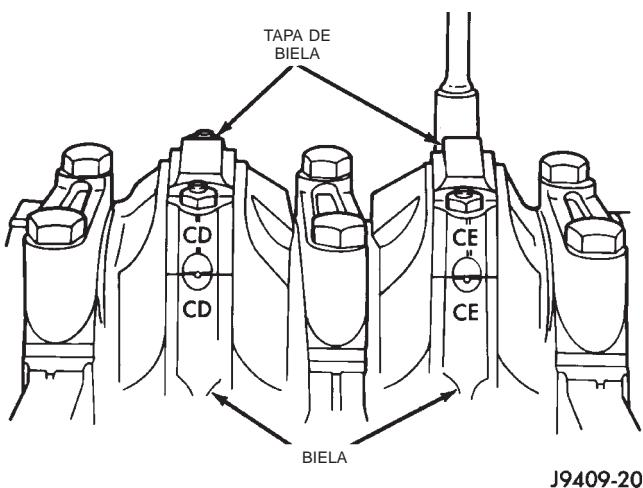

Fig. 63 Bieles y tapas estampadas
(1) Retire la tapa de la culata de cilindros del motor.
(2) Retire los balancines de válvula, los puentes y los pivotes.
(3) Retire las varillas empujadoras.
(4) Retire la culata de cilindros del motor.
(5) Coloque los pistones de uno en uno cerca del punto inferior de la carrera. Con un escariador de rebordes, elimine el reborde del extremo superior de las paredes del cilindro. Utilice un paño protector para recoger los cortes.
(6) Eleve el vehículo.
(7) Drene el aceite del motor.
(8) Retire el colector de aceite y la junta.
(9) Retire las tapas de cojinete de la biela y los encastres. Marque las tapas de cojinete y las bielas con la posición en el hueco del cilindro. Las bielas y las tapas llevan estampada una combinación de dos letras (Fig. 63).
(10) Descienda el vehículo hasta que esté a unos 60 cm (2 pies) del suelo.